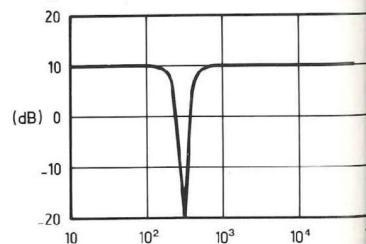

Fig. 5e : Filtre anti-larsen.
- Les filtres anti-larsen pour micros (figure 5e) sont des coupe-bandes très sélectifs.